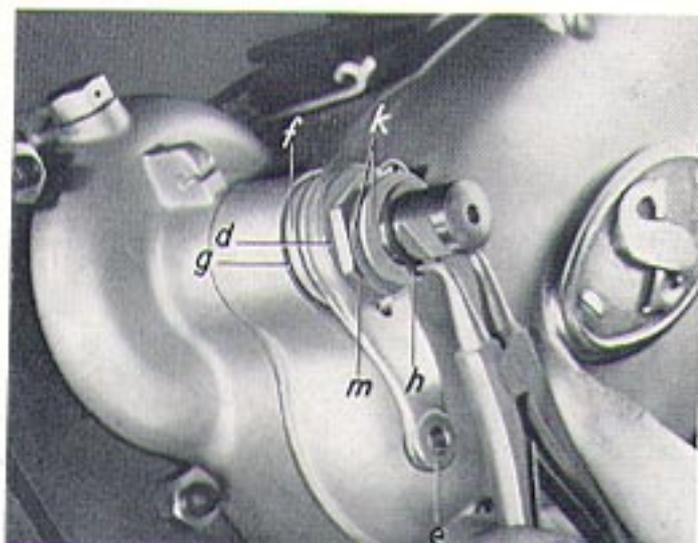

Bild 21
- 3.7 Bremshebel von Tret-lagerwelle entfernen. Sicherungsring (h) mittels Spezialzange entfernen, Ausgleichscheiben (k) ab-nehmen. Mutter M 20,8 (m), linkes Gewinde, entsichern (d) und abschrauben. (Rohr-steckschlüssel SW 26.) Brems-hebel (e) und Anlage-scheibe (f), beide innen verzahnt, abziehen. An-lauf- bzw. Ausgleichschei-ben (g) unter der Anlage-scheibe entfernen. (Bild 21)